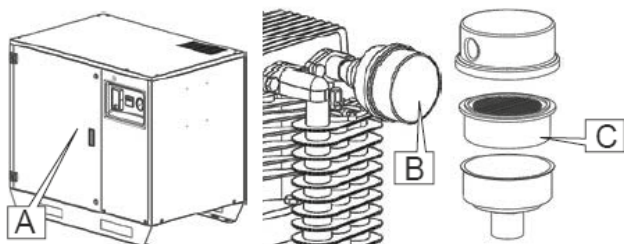

Fig. 13
- 3 Aprire la porta con la chiave in dotazione Pos. A Fig.13.
- 4 Svitare il tappo Pos.B Fig.13, rimuovere la cartuccia e sostituirla con una nuova.